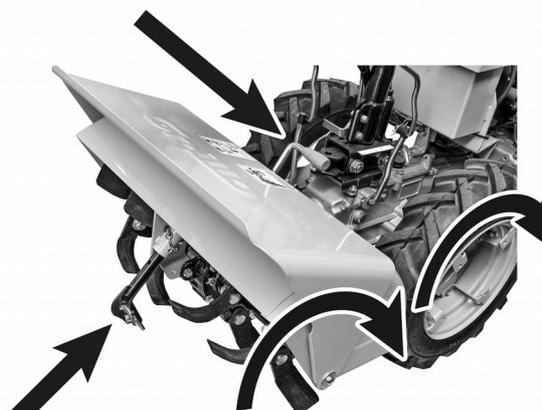

Fig. 10
- **ROTAZIONE STANDARD:** le zappe ruotano nello stesso senso di rotazione delle ruote (fig. 10), è il tipo di lavorazione che consente di lavorare terreni friabili, molli o sabbiosi.